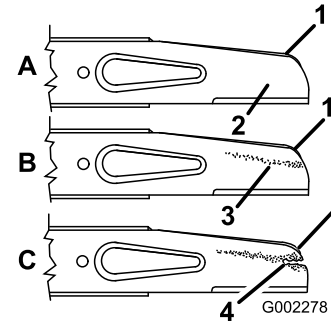

Figura 30
2. Retire las tuercas de la cuchilla, el acelerador y la cuchilla (Figura 30).